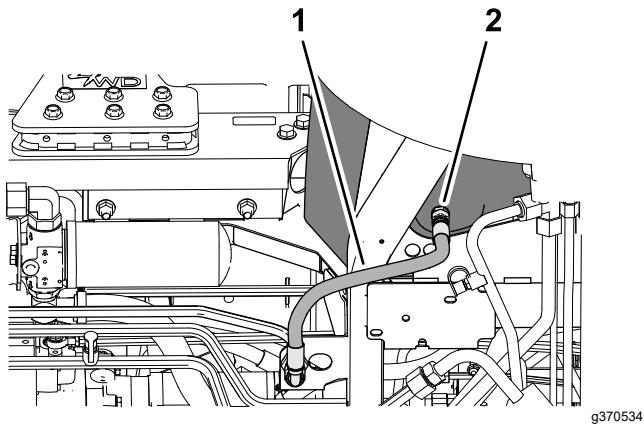

Bild 165
3. Stellen Sie eine Auffangwanne unter den Hydrauliköltank (Bild 165).